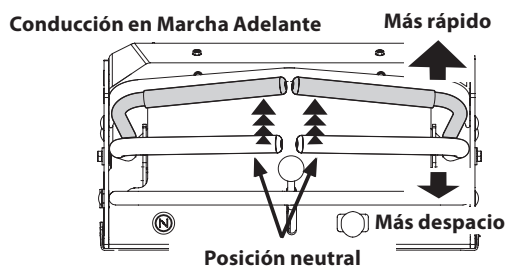

Fig. 10
1. Mueva las palancas de control lenta y suavemente hacia adelante. La cortadora de césped comenzará a desplazarse hacia adelante (Fig. 10).